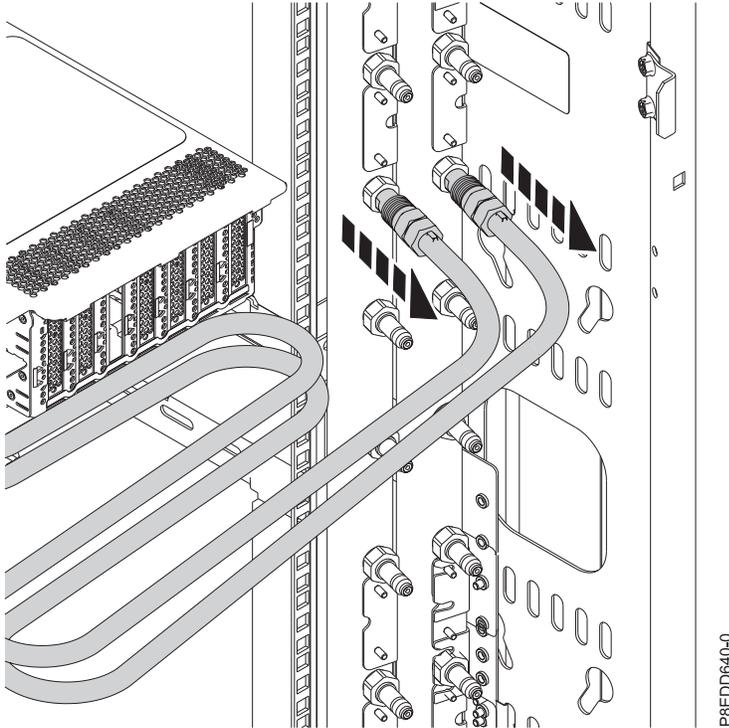

Figure 205. Débranchement des conduites d'eau
8. Etiquetez et débranchez les conduites d'eau reliant le collecteur à chaque serveur dans l'armoire. Tirez le raccord vers vous pour débrancher chaque conduite d'eau (voir figure 205, à la page 183).